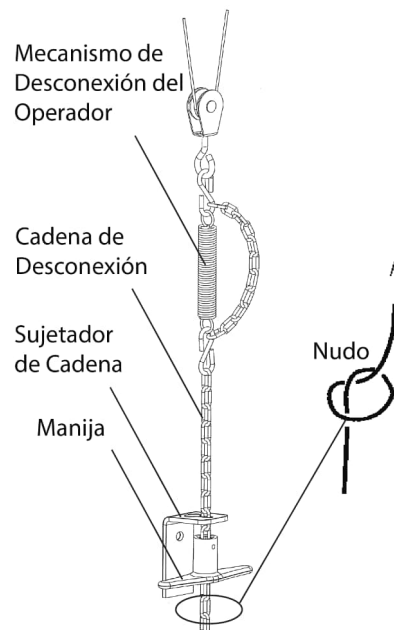

Figura 11 - Cadena de desconexión
1. Conectar la cadena de desconexión al gancho situado en la extremidad del mecanismo de desconexión del operador (ver la Figura 11).